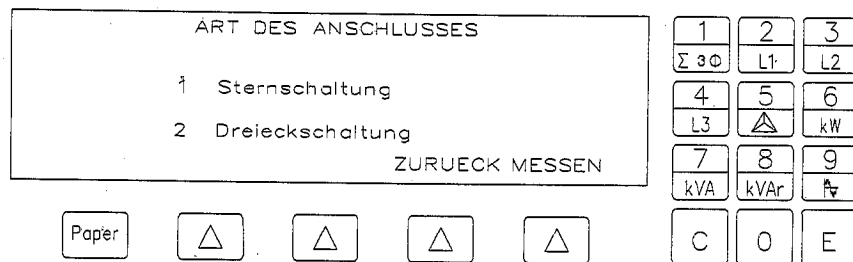

Abb. 3.19
- Mit der Taste [1] erscheint die Seite für die Wahl des gewünschten Netzanschlusses (s. Abb. 3.19). Es kann zwischen einer Sternschaltung (4-Leiter-Drehstromsystem) und einer Dreieckschaltung (3-Leiter-Drehstromsystem) gewählt werden.